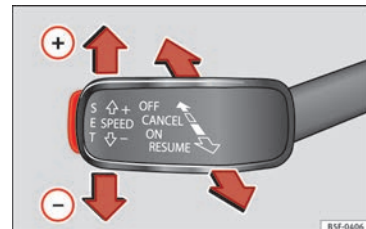

Fig. 50 À gauche de la colonne de direction : troisième levier de commande du GRA.
- Connecter le GRA : placez le troisième levier sur **ON** **»» fig. 50**. Le système se met en
- Activer le GRA : appuyez sur le bouton **SET** **»» fig. 50**. La vitesse est mémorisée et maintenue.
- Déconnecter le GRA temporairement : déplacez le levier en position **CANCEL** **»» fig. 50** et relâchez ou appuyez sur la pédale de frein. Le réglage est désactivé temporairement.
- Reconnecter le GRA : déplacez le levier en position **RESUME** **»» fig. 50** puis relâchez-le. La vitesse mémorisée sera de nouveau enregistrée et régulée.
- Déconnexion du GRA: déplacez le troisième levier sur la position **OFF** **»» fig. 50**. La vitesse mémorisée est effacée et le système est déconnecté.